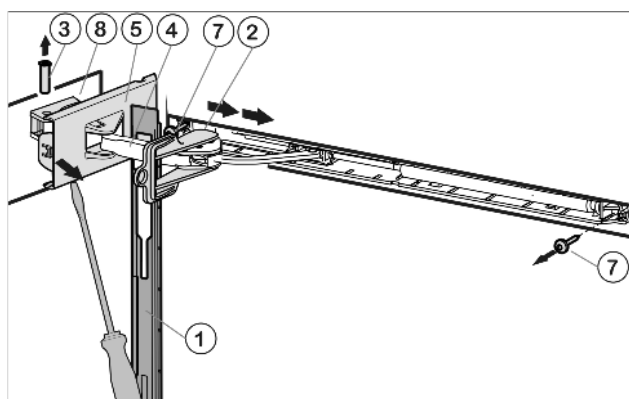

Fig. 5
- ▶ Сдвиньте накладку над амортизационной скобой Fig. 5 (4) в направлении устройства вперед.
- ▶ Зафиксируйте предохранитель Fig. 5 (2) в продольном пазе.
- ▶ Отсоедините крышку Fig. 5 (5) со стороны шарнира с помощью отвертки до первого фиксатора.
- ▶ Выдавите палец Fig. 5 (3) снизу.
- ▶ Нажмите амортизационную скобу Fig. 5 (4) в направлении дверцы.
- ▶ Полностью отсоедините и снимите крышку Fig. 5 (5) со стороны шарнира.
- ▶ Снимите накладку Fig. 5 (1).
- ▶ Открутите узел амортизатора закрывания дверцы (2 шт. Torx® 15) Fig. 5 (7).
- ▶ Открутите опорную деталь Fig. 5 (8) и прикрутите её снова с поворотом на 180° на противоположную сторону. При необходимости просверлите отверстия или используйте аккумуляторную отвертку.